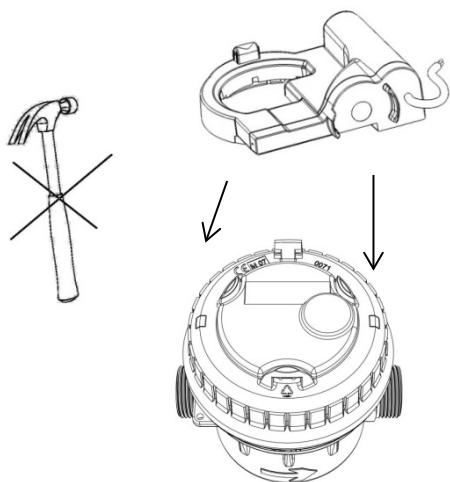

fig.6
- Position IZAR PULSE H by aligning the hinges up with each other (fig.6).
- *Positionner IZAR PULSE H en alignant les charnières l'une sur l'autre (fig.6).*